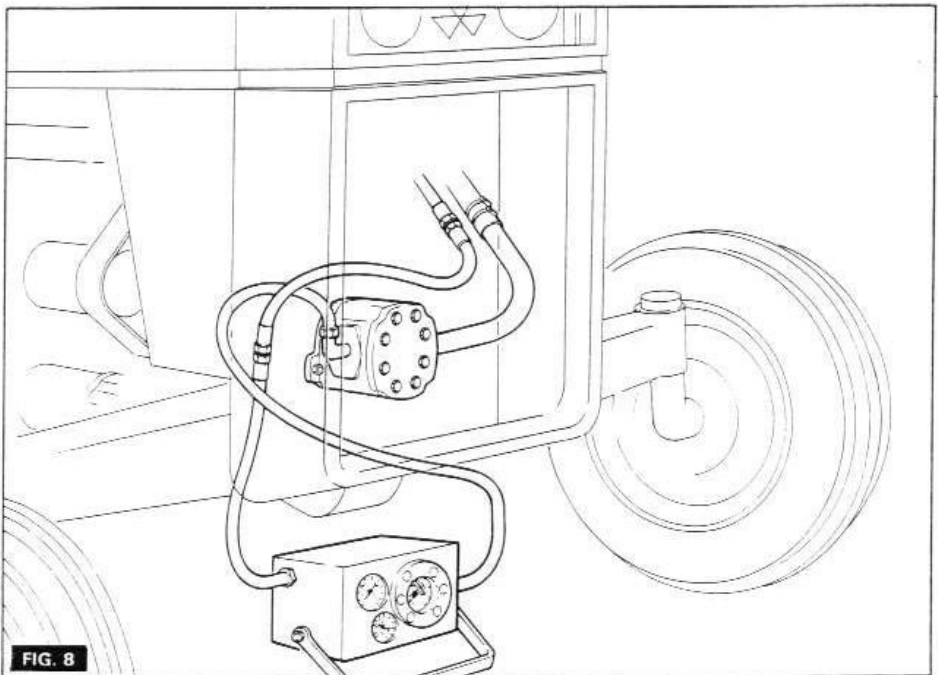

FIG. 8
- 5 - (figure 8) - Retirer la grille du radiateur ; débrancher le flexible de pression de la pompe puis raccorder le débitmètre au circuit (voir figure) ; vérifier le serrage de tous les raccords.